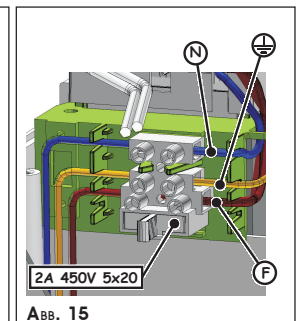

Abb. 15
② Das Versorgungskabel entsprechend den Angaben in Abb. 15 anschließen. Auch der Erdleiter muss angeschlossen werden. Sicherstellen, dass die Adern des Versorgungskabels ordnungsgemäß in den „Kamm“ für ihre Sperre eingeführt sind, Abb. 15.